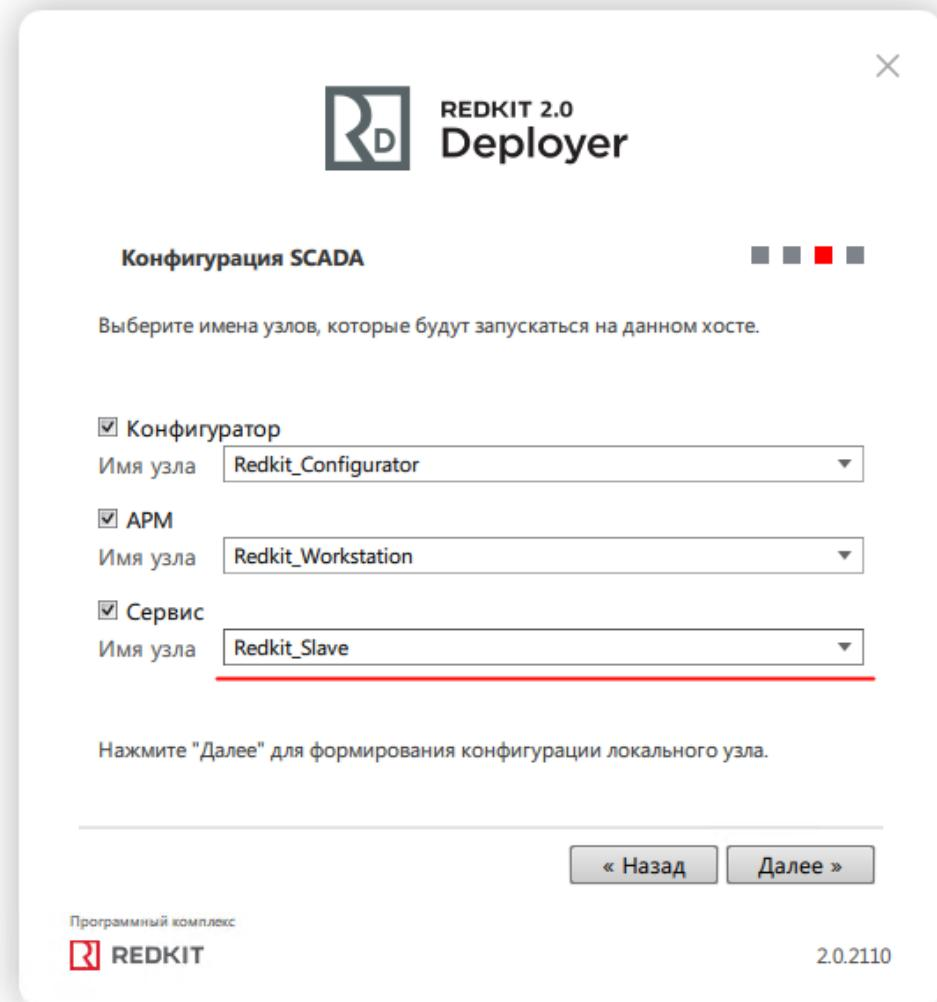

Рисунок 38 - Узлы
9. У имени узла "Сервис" выберите "Redkit_Slave" и нажмите "Далее" (Рисунок 38).